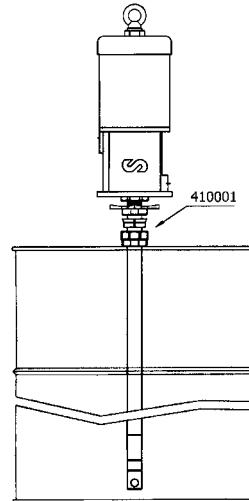

Fig. 3
- Mounting with cover (418006 for 185 kg drum and 418016 for 50 kg drum) and bung adaptor 410001. Fasten the cover on the drum and screw the nut of the bung adaptor into the 2" bung opening of the cover. Insert the pump through the nut and fix it with the star nut to the desired height (See figure 3).
- Montage avec couvercle (418006 sur fûts de 185 Kg et 418016 sur tonneaulet de 50 Kg) et adaptateur réglable 410001. Fixer le couvercle sur le fût/tonneaulet et serrer l'écrou du couvercle. Introduire la pompe par l'écrou et la placer à la hauteur désirée à l'aide de la fausse-bonde (voir figure3).